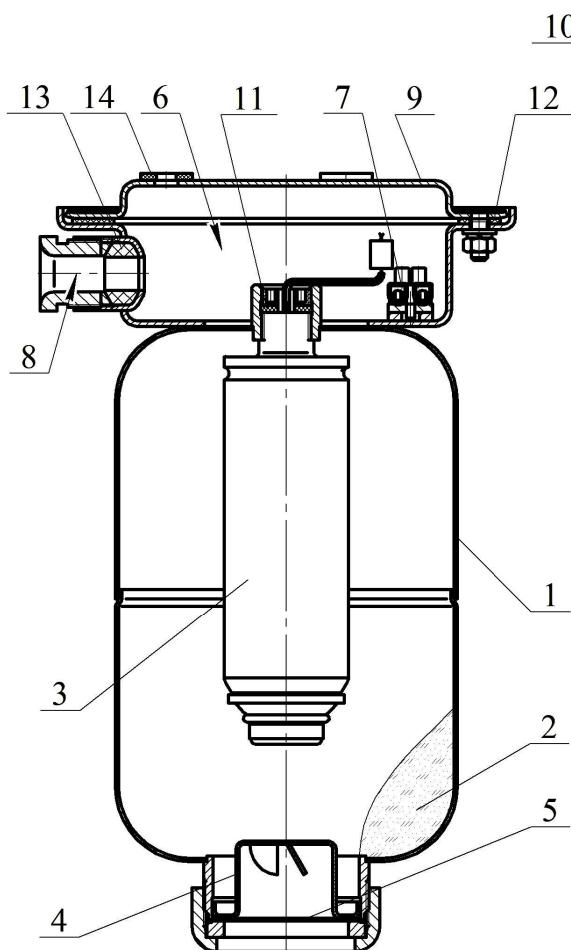
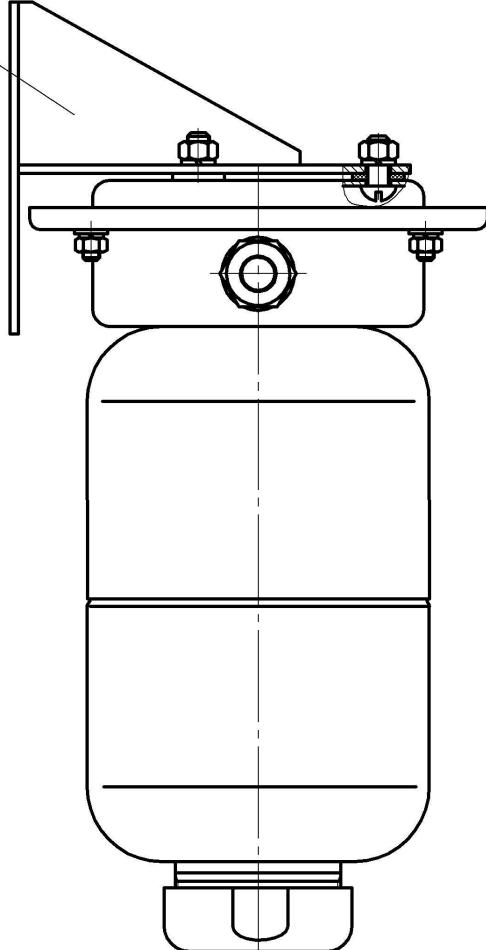

Рисунок 1
Рисунок 2
В верхней части МПП снабжён кронштейном **9** для крепления к потолочному перекрытию (рисунок 1) или кронштейном **10** для крепления к стене (рисунок 2).
2.1.3 Закрепить кронштейн 9 (см. рисунок 1) на потолке или кронштейн 10 (см. рисунок 2) на стене. Координаты отверстий в кронштейне, предназначенном для крепления МПП на потолке, приведены на рисунке 4а), на стене – на рисунке 4б).